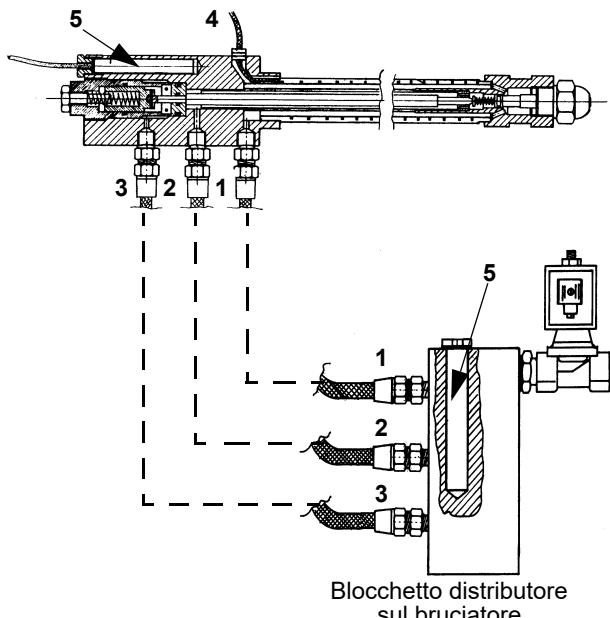

Fig. 23
- 3 per sostituire gli elettrodi, svitare le viti di fissaggio e sfilarli: inserire i nuovi elettrodi e prestare attenzione alle quote indicate in mm in Fig. 23; procedere al rimontaggio seguendo la procedura inversa.